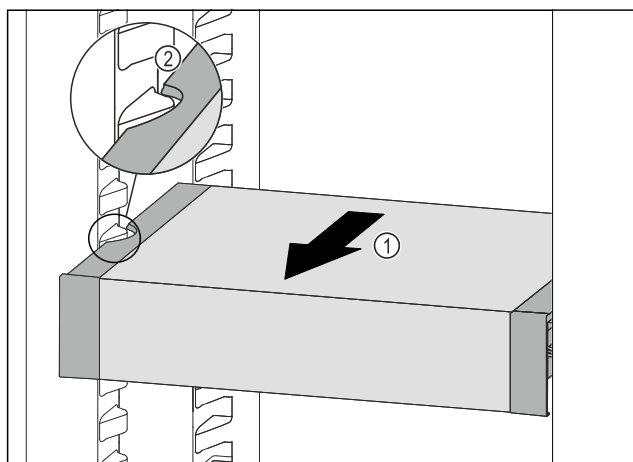

Fig. 89
- Táhněte VarioSafe dopředu Fig. 89 (1), dokud nebudou boční vybrání VarioSafe na úrovni žebrování na nádoby v chladničce. Fig. 89 (2)